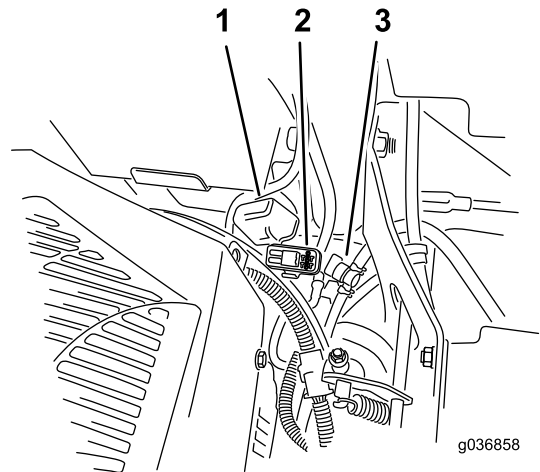

Figure 60
Remarque: Pour les tondeuses MyRide, assurez-vous que le câble de masse ne frotte pas contre le bras tiré ou le support inférieur de l'amortisseur (Figure 60).
Les fusibles sont situés sur la console droite, près du siège (Figure 60).
2. Remplacez le fusible (Figure 60).